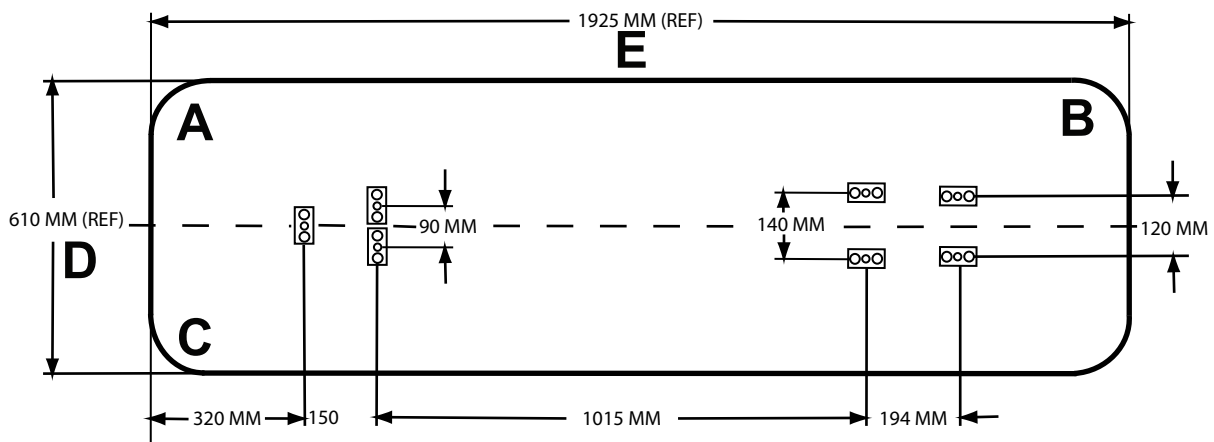

Abbildung 2 – Installationsstellen für Bodenplatten
- Unter Anwendung der in Abbildung 2 dargestellten Abmessungen die Stellen lokalisieren und anbohren, an denen die Bodenplatten befestigt werden.